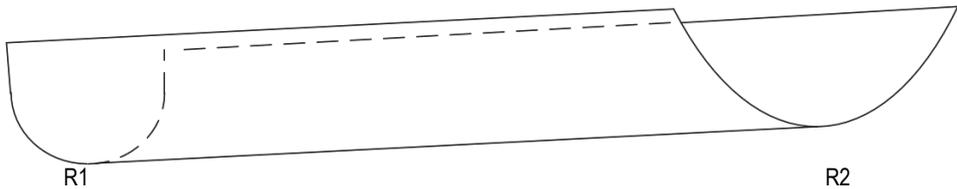

Figura 4-57 Posizioni R1 e R2
3. Se si deve gestire una superficie che non ha variazioni lungo la traiettoria di scansione, è possibile usare lo stesso riferimento per definire l'inizio e la fine del gate. Se la superficie ha una variazione lungo la linea di scansione, usare le posizioni R1 e R2 (Figura 4-57 a pagina 155) come riferimenti dal punto 4. a pagina 130 al punto 9. a pagina 159. Nell'illustrazione, il raggio della curvatura è inferiore nella posizione R1 rispetto a quella R2.